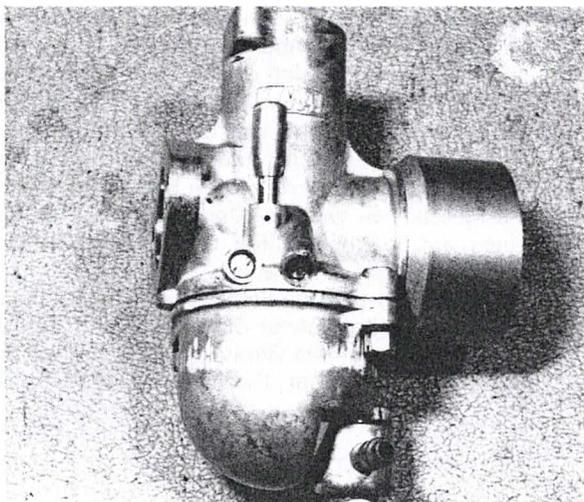
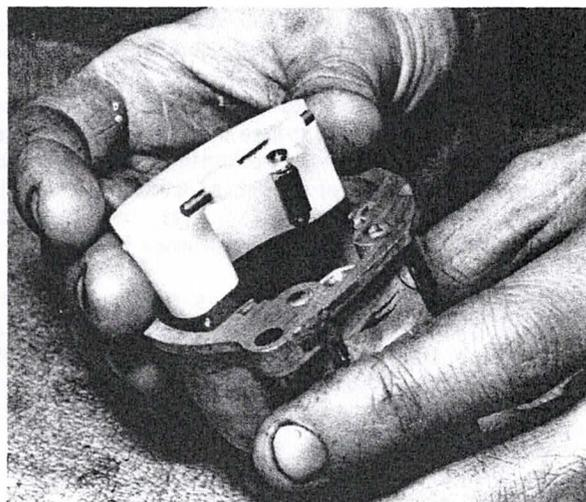

Bild 100
Bild 101
- Die beiden Kreuzschlitzschrauben an der Vergaserunterseite ausschrauben und die Schwimmerkammer abnehmen (Bild 100), zusammen mit dem Schwimmer und der Dichtung. Die Dichtung abnehmen und den hufeisenförmigen Schwimmer mit der Schwimbernadel und der Schwimmerachse herausheben (Bild 101).